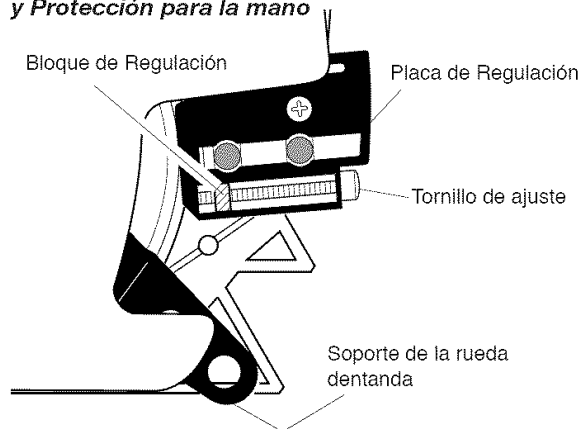

Figura 3 - Ubicaciones de la Zona para el Ensamblaje de la Barra Guía
8. Coloque la cadena alrededor del piñón impulsor, luego a lo largo de la ranura superior de la barra guía y alrededor de su punta curva. **Nota:** Asegúrese que los bordes cortantes de la cadena estén con dirección hacia la derecha. Coloque la cadena de modo que los bordes cortantes de la parte superior de la barra guía estén con dirección hacia la punta curva de la barra guía (vea la Figura 3).
4. Gire el tornillo de regulación en sentido antihorario (vea la Figura 3). Continúe girando el tornillo de regulación hasta que el bloque de regulación esté en la parte posterior de la placa de regulación.